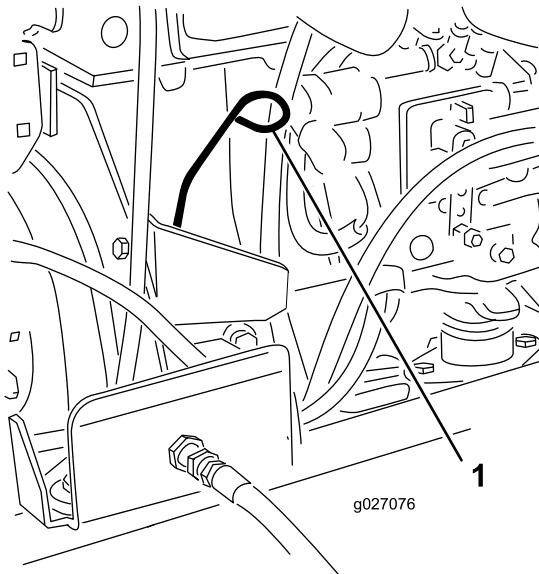

図 28
3. ディップスティックを抜き取り、付いているオイルをウェスで拭きとつてもう一度差し込む(図 28)。